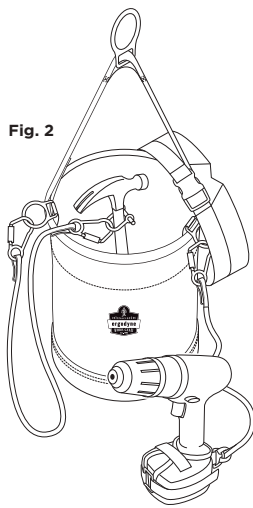

Fig. 2
2. If applicable, attach tool lanyards to the designated anchor points on the container to complete an appropriate tethering system (refer to Using A Tethering System instructions). [Fig. 2]
2. Si lo necesita, fije los amarres de las herramientas a los puntos de anclaje designados en la bolsa para que el sistema de fijación sea adecuado (consulte las instrucciones de Cómo utilizar un sistema de sujeción). [Fig. 2]